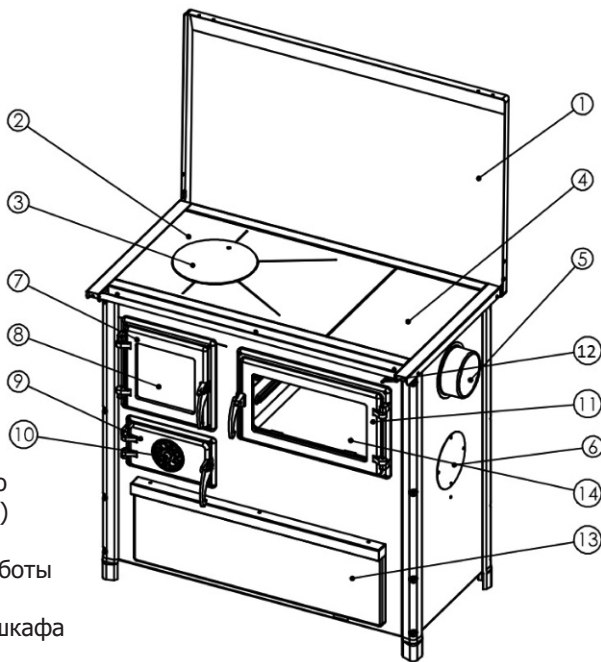

Рисунок 1
Верхняя поверхность: стальная рама , стальной варочный настил (Рисунок 1,позиция 2), с круглой вставной частью – конфоркой.
С плитой поставляется стальной дымоотводный патрубок (Рисунок 1,позиция 5), который монтируется при помощи четырех винтов к боковым сторонам.
(Рисунок 1):
- дверцу зольного ящика оставьте открытым до появления стабильного огня, после закрытия интенсивность горения регулируйте с помощью регулятора подачи воздуха (рисунок 1, позиция 10);
- при добавлении топлива, приоткройте дверцу(рисунок 1,позиция 7) на несколько градусов, подождите 4-5 секунд и только после этого медленно откройте до конца. Не открывайте дверцу быстро, т.к из плиты могут выпасть искры огня.
Регулятором тяги в плите Вы регулируете температуру, мощность и скорость сгорания топлива (Рисунок 1, позиция 10).